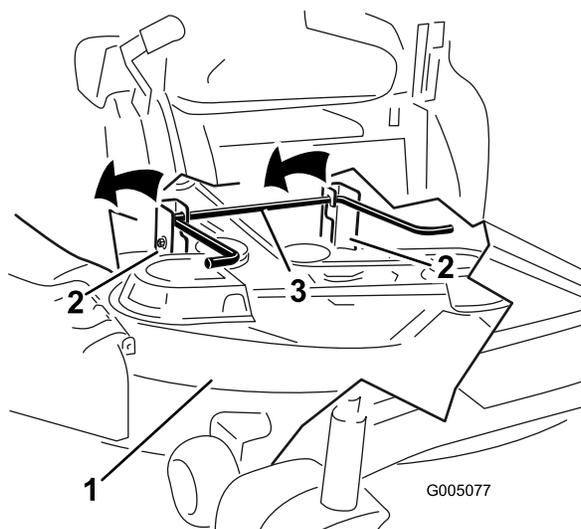

Figure 59
6. Soulevez et déposez le tablier de coupe et les supports de la tige de levage arrière, puis abaissez la tondeuse au sol avec précaution (Figure 59).
5. Soulevez l'arrière du tablier de coupe et guidez les supports sur la tige de levage arrière (Figure 59).